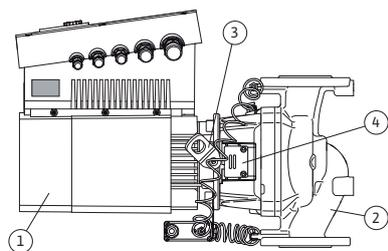

Fig. 10: **Pompe complète**
La principale caractéristique de la gamme Stratos GIGA est le refroidissement par enveloppe du moteur. Le flux d'air est transporté de façon optimale à travers le capot de ventilateur (fig. 10, pos. 1) pour refroidir le moteur et le module électronique.
La (fig. 10, pos. 2) montre le corps de pompe avec un guidage spécial de la lanterne pour soulager la roue.
Utiliser les œillets de transport (fig. 10, pos. 3) comme indiqué aux chapitres 3 «Transport et entreposage intermédiaire» à la page 131 et 10 «Entretien» à la page 174.
Le regard masqué par la tôle de protection (fig. 10, pos. 4) dans la lanterne est utilisé conformément au chapitre 10 «Entretien» à la page 174 lors des travaux d'entretien. Le regard peut également être utilisé pour contrôler les fuites tout en observant les consignes de sécurité indiquées au chapitre 9 «Mise en service» à la page 170 et au chapitre 10 «Entretien» à la page 174.